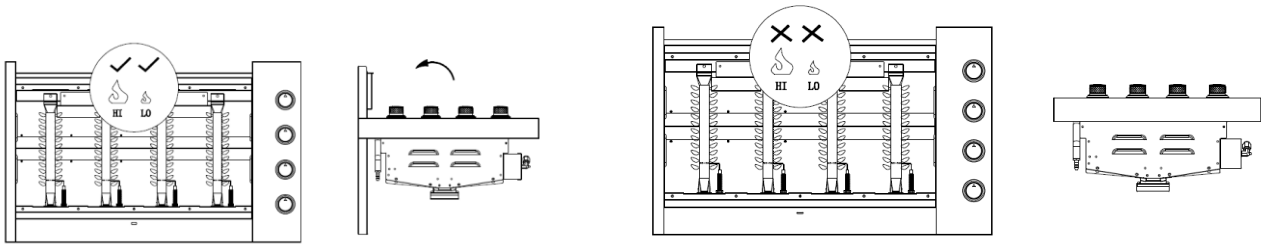

Abbildung 2
**HINWEIS:** Unter dem Feuerraum des Grills darf sich keine feste Oberfläche befinden. Hinter der Rückseite des Grills muss ein Mindestabstand von 7,62 cm eingehalten werden, und es sollten nicht brennbare Materialien verwendet werden (siehe Abbildung 2).